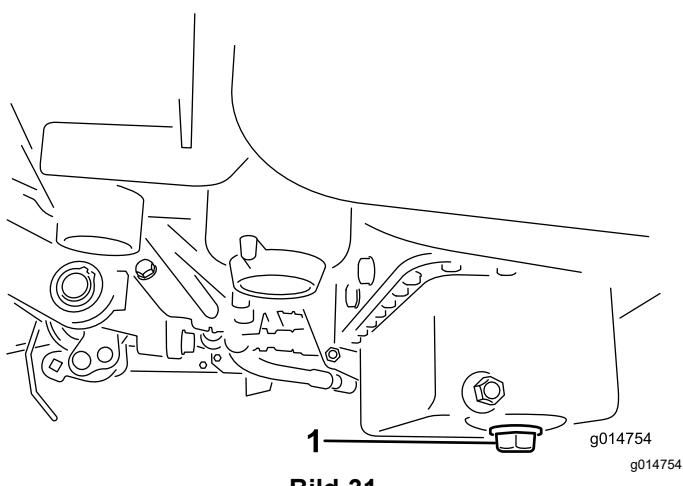

Bild 31
1. Entfernen Sie die Ablassschraube und lassen das Öl in eine Auffangwanne ab. Schrauben Sie die Ablassschraube wieder ein, nachdem das Öl abgelaufen ist (**Bild 31**).